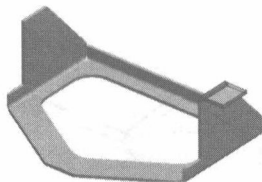
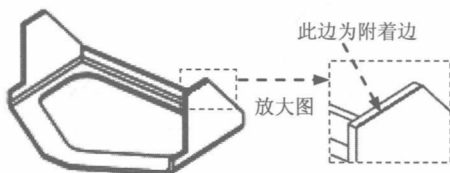

图 1.14 弯边特征 1
图 1.15 定义附着边
Step12. 创建图 1.14 所示的弯边特征 1。单击“主页”功能选项卡“钣金”工具栏中的“弯边”按钮；选取图 1.15 所示的模型边线为附着边；在“弯边”工具条中单击“全宽”按钮；在“距离”文本框中输入值 35，在“角度”文本框中输入值 90，单击“内部尺寸标注”按钮和
“折弯在外”按钮；调整弯边侧方向向外，如图 1.14 所示；定义弯边属性及参数。各选项采用系统默认设置；单击按钮，完成特征的创建。